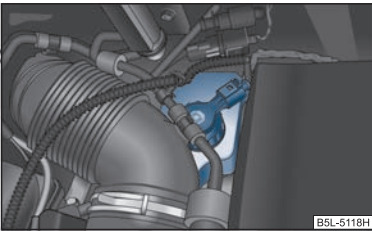

Fig. 174 Vano motor: Depósito del líquido de frenos
- Verifique el nivel de líquido de frenos en el depósito ⇒ fig. 174. El nivel debe encontrarse entre las marcas “MIN” y “MAX”.